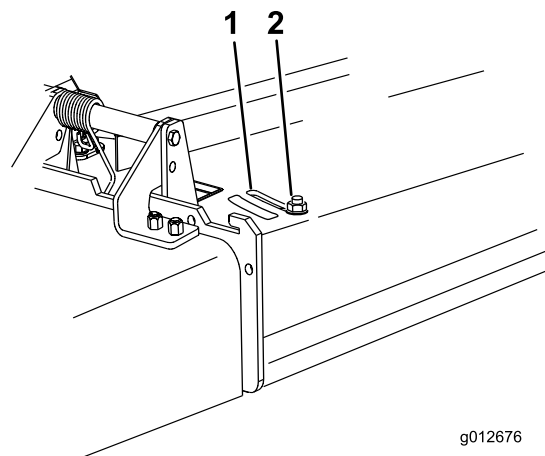

Figure 11
3. Desserrez l'écrou (Figure 11).